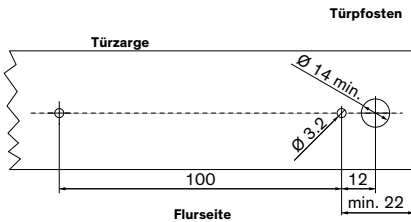

Abb. 19: Bohrschablone
1. Für die Montagebox im Abstand von 100 mm zwei Löcher von 3.2 mm und für das Sensorkabel ein Loch von 14 mm in die Türzarge bohren (Abb. 19).